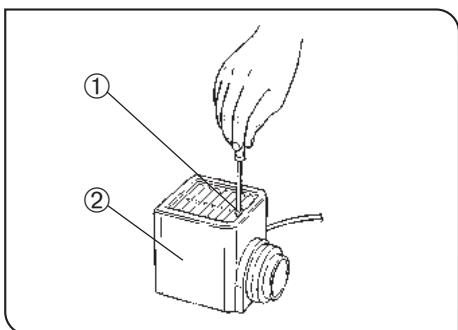

图 46
(图46到48)
5. 从上面用灯室盖盖住灯室，向下压住灯室盖，拧紧灯室固定螺丝①（图46）。